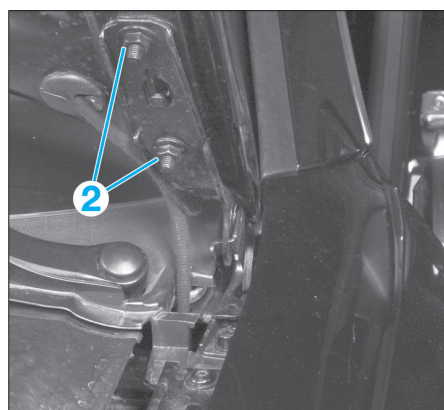

Fig. 75
- Déposer de chaque côté les écrous de fixations (2) (Fig.75) et déposer le capot.